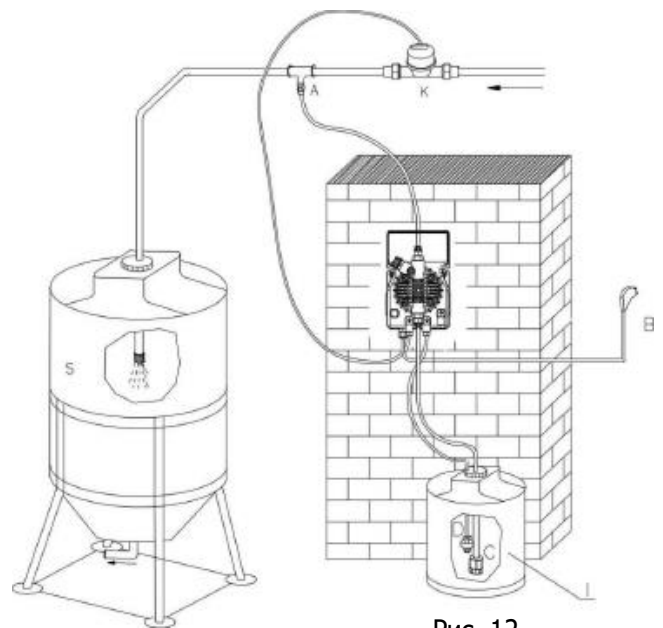

Рис. 12
6.2. ЗВИЧАЙНИЙ ВАРІАНТ УСТАНОВКИ (Рис.12)